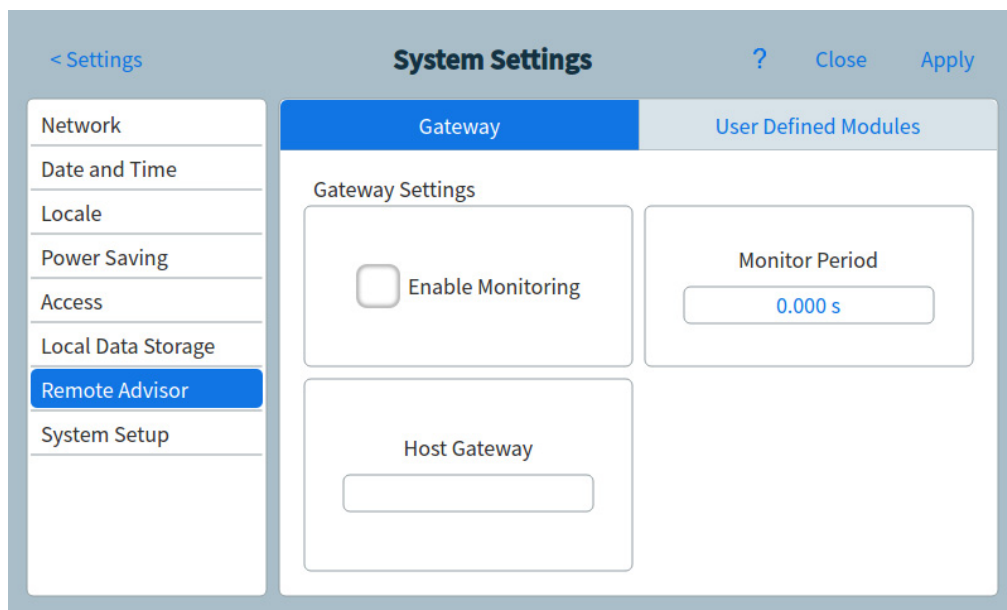

Figure 45 Page Conseiller à distance
- 1 À partir de la page Paramètres du système, appuyez sur le bouton de sélection de page **Conseiller à distance**. La page Conseiller à distance s'affiche. Voir Figure 45.